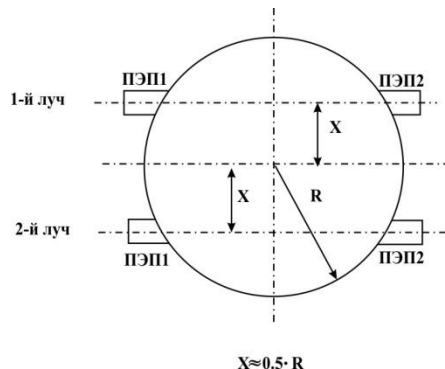

Рисунок 11 – Положение пар ПЭП для двухлучевых расходомеров
5.2.6 В расходомерах двухлучевого исполнения на один трубопровод устанавливаются две пары ПЭП (рисунок 11).